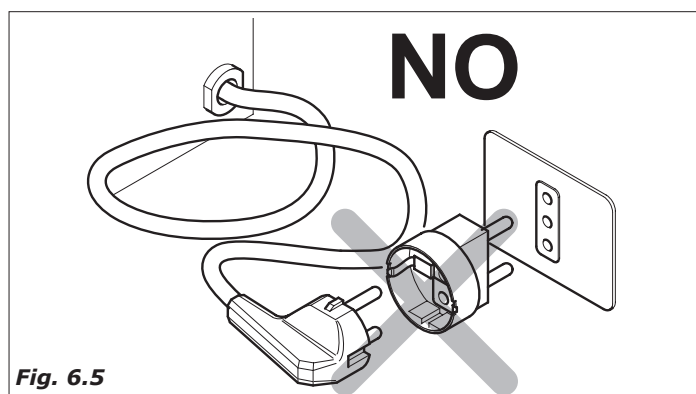

Fig. 6.5
- As tomadas não compatíveis com a do aparelho devem ser substituídas (Fig.6.5).